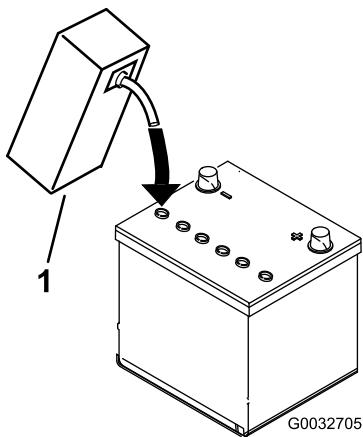

Figura 7
- Riempite con cautela ciascun elemento di elettrolito finché le piastre non sono coperte con circa 6 mm di fluido (Figura 7).
4. Attendete circa 20 o 30 minuti perché le piastre assorbano l'elettrolito. All'occorrenza rabboccate finché l'elettrolito non è a circa 6 mm dalla base della tazza di riempimento (Figura 7).